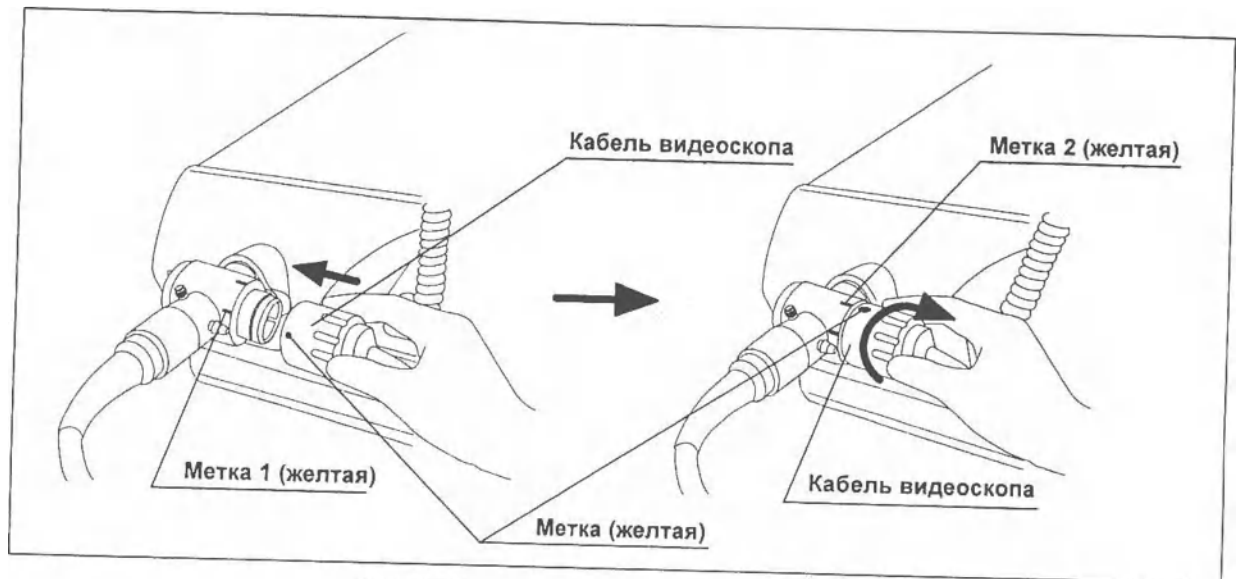

Рис. 3.20
7. Совместите метку на кабеле видеоскопа EXERA, EXERA II или 100 с меткой 1 на световодном разъеме эндоскопа и вставьте кабель до упора (см. Рис. 3.20).
8. Поверните адаптер кабеля видеоскопа в направлении метки 2 до упора (см. Рис. 3.20).